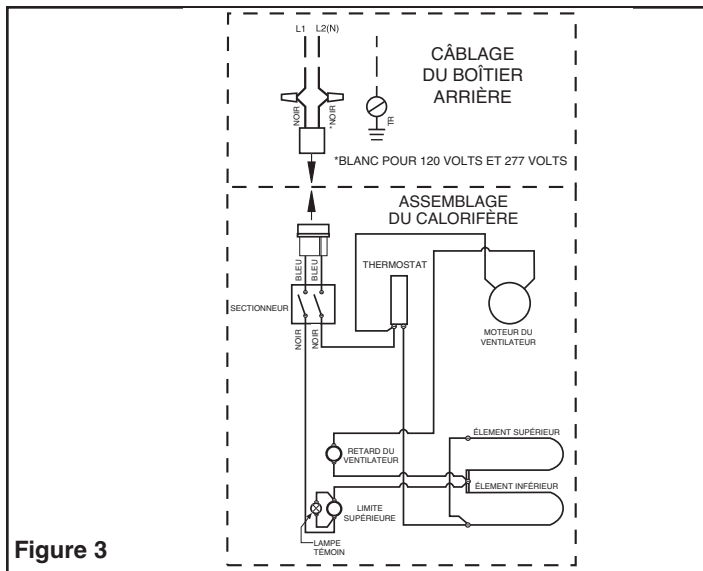

Figure 3
1. Connectez les câbles d'alimentation aux fils de sortie du calorifère selon le schéma de câblage (figure 3).